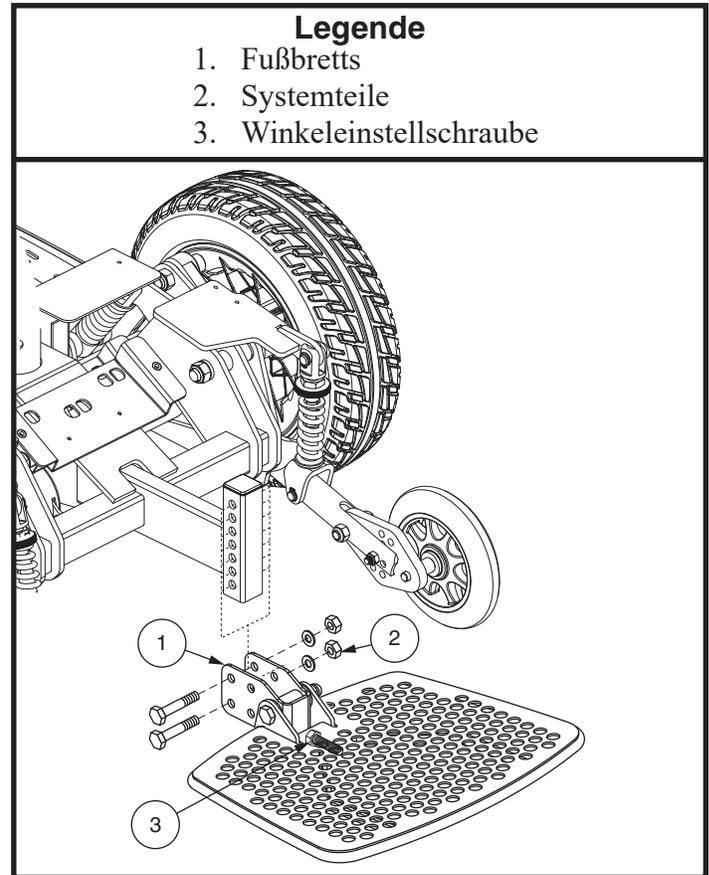

Bild 16. Einstellung des Fußbretts
1. Entfernen Sie die Systemteile von der Halterung des Fußbretts. **Siehe Bild 16 oder 17.**
Sie können den Winkel Ihres Fußbretts ändern. **Siehe Bild 16 oder 17.**